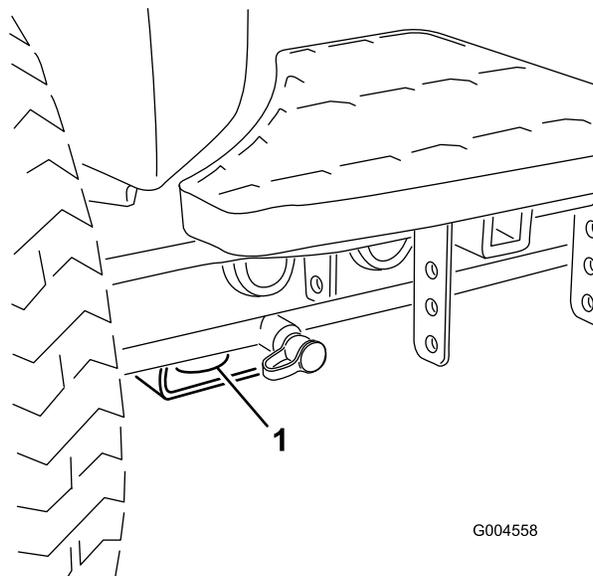

Figura 45
- Delantero – el orificio del bloque rectangular, debajo del tubo del eje, al interior de cada rueda delantera (Figura 45).